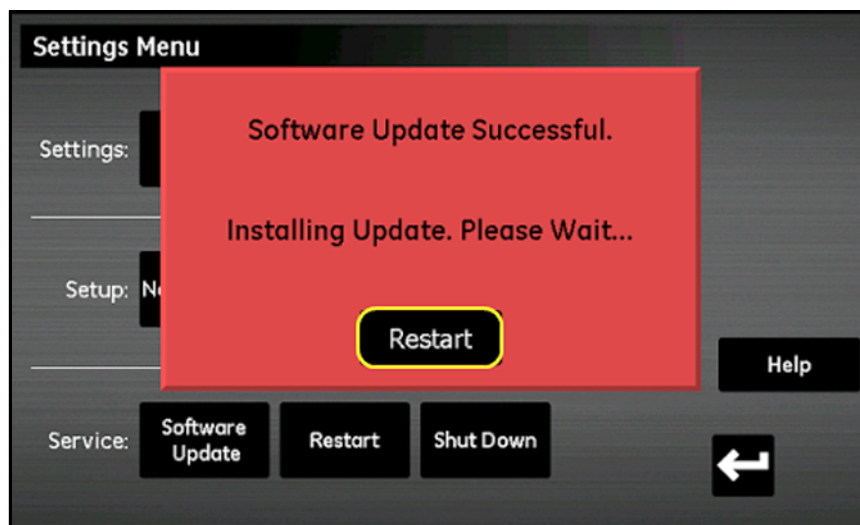

Figura 90: Schermata di riavviamento
8. Al completamento dell'aggiornamento del software, viene richiesto di riavviare il misuratore (Figura 90). Toccare il pulsante **Riavvia** per riavviare moisture.IQ.